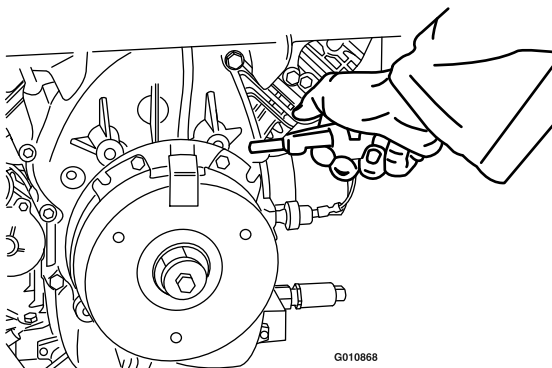

Figura 73
- Utilizando um compressor de ar, sopre quaisquer detritos de debaixo do pólo do travão e em torno dos espaçadores do travão (Figura 73).